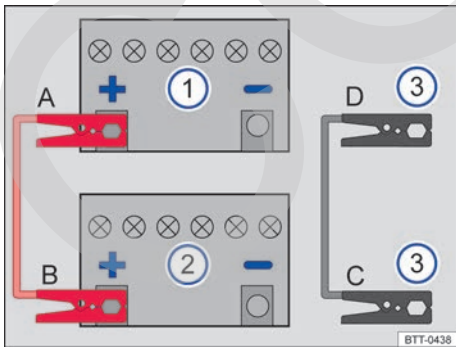

Fig. 157 Esquema para conectar los cables de arranque en el caso del vehículo que suministra la corriente.
Leyenda de la fig. 157:
Los cables de arranque solo se deberán conectar siguiendo el orden A – B – C – D → fig. 157.
- Conecte un extremo del cable de arranque rojo al polo positivo (+) del vehículo con la batería de 12 voltios descargada → fig. 157 ① → ⚠.
- Conecte el otro extremo del cable de arranque rojo al polo positivo (+) de la batería de 12 voltios del vehículo que suministra la corriente → fig. 157 ②.
- Conecte un extremo del cable de arranque negro → fig. 157 ③ preferentemente a una toma para la ayuda de arranque (terminal de masa); de lo contrario, a la argolla de remolque delantera previamente enroscada, al bloque motor o a una pieza de metal maciza atornillada fijamente al bloque motor.
- Conecte el otro extremo del cable de arranque negro → fig. 157 ③ preferentemente a una toma para la ayuda de arranque (terminal de masa) del vehículo con la batería de 12 voltios descargada; de lo contrario, a la argolla de remolque delantera enroscada → pág. 187, al bloque motor o a una pieza de metal maciza atornillada fijamente al bloque motor → ⚠.
- Desconecte los cables de arranque únicamente en el orden **D – C – B – A** → fig. 157 con los motores en marcha.